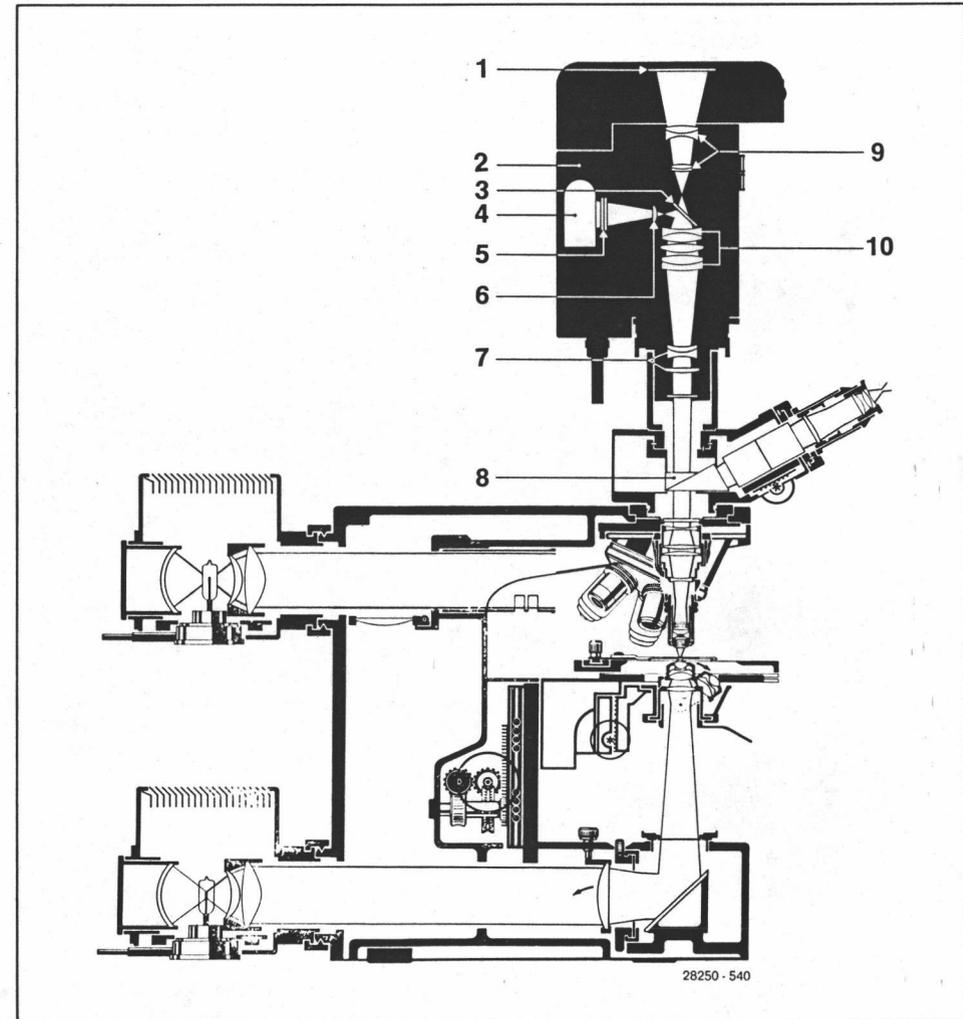

Abb. 2
* (Abb. 2.2) bedeutet: Abbildung 2, Geräteteil 2